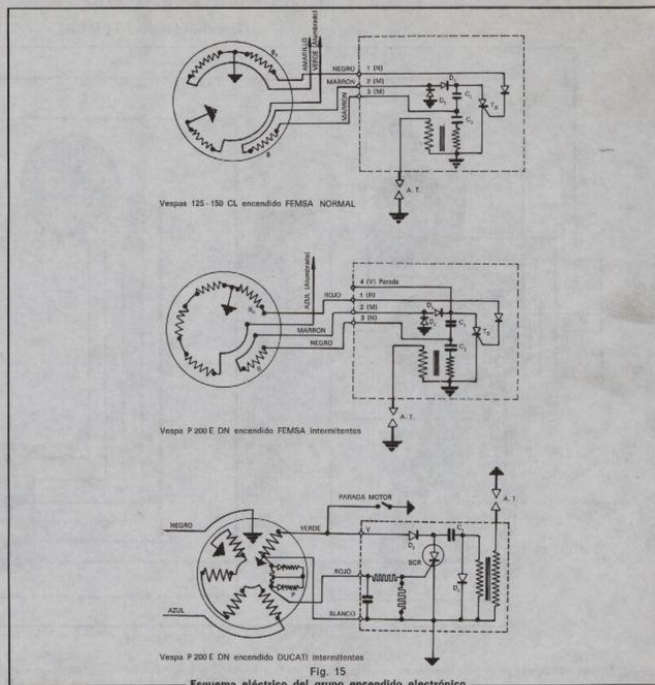

Fig. 15
a) Comprobar que el conexionado del conmutador con el estator del generador es correcto, que no hay conexiones cambiadas o desconectadas ni falsos contactos en los terminales (ver fig. 15).
c) Si el conmutador funciona correctamente y la tensión de carga del condensador es elevada, el defecto es imputable al estator del generador. Cambiar el soporte bobinas en el caso de tratarse de la P 200 E (DN), equipo DUCATI, o el estator completo cuando sea el equipo FEMSA.